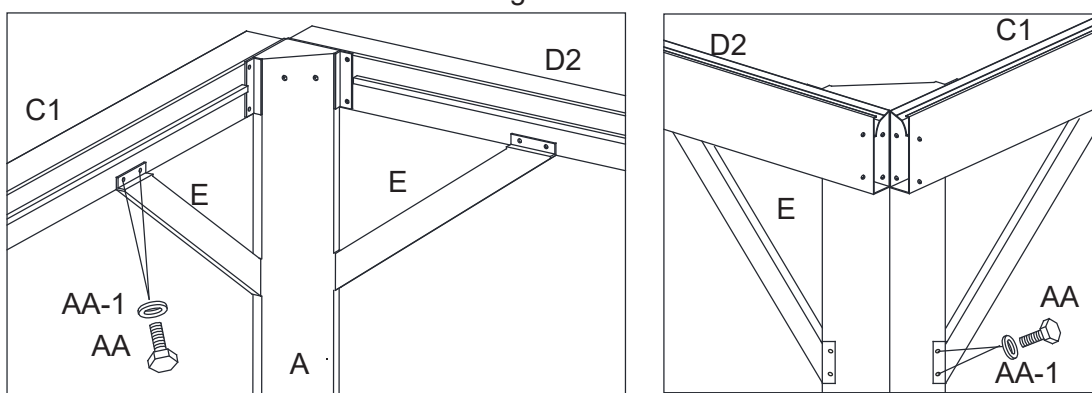

Figure 5-2
5.2. Fixez les barres de support (E) au poteau d'angle (A) et aux linteaux (C1/C2) avec les boulons (AA) et la rondelle (AA-1). Voir la figure 5-2.